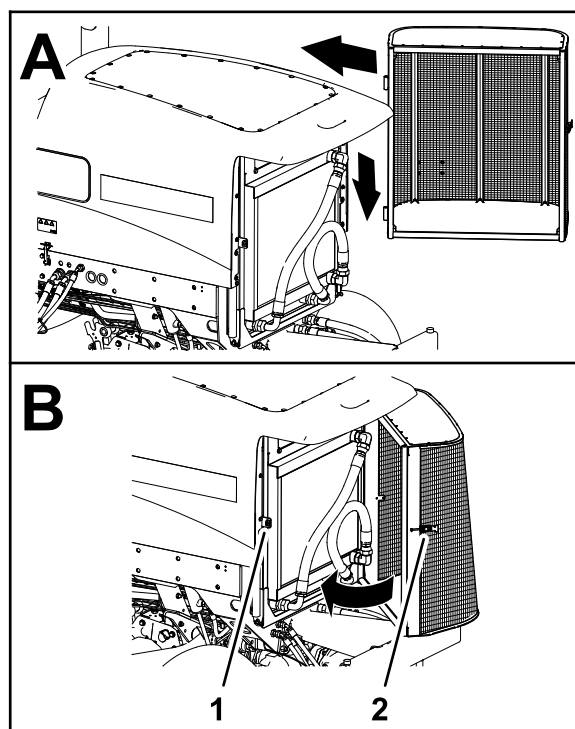

Figura 158
8. Montați ecranul pe uruburile balamalelor (Figura 158).